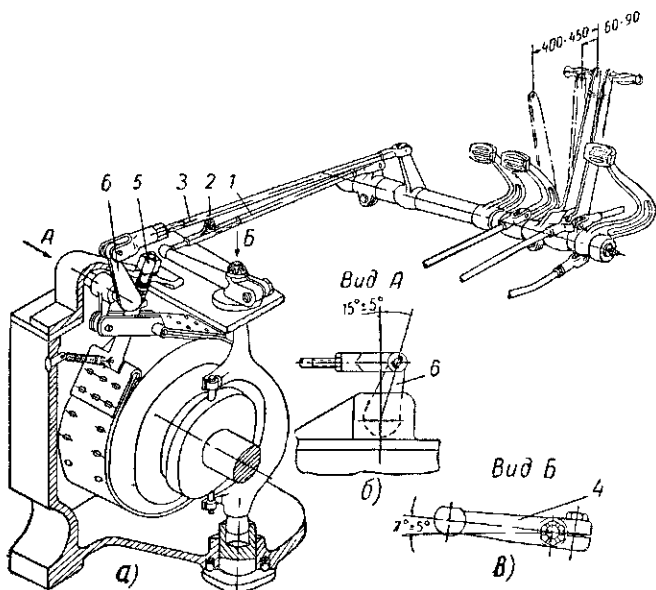

Рис. 40. Схема регулировки рычагов тормозов и муфт поворота:
Органы управления механизмами силовой передачи размещены в кабине тракториста и качаются на горизонтальном полом валу. К ним относятся (рис. 40) педаль 7
б) отпустить стяжные винты 2 (рис. 40) наконечников тяг с шаровой головкой; уменьшить длину тяг 1, навинчивая наконечники, пока свободный ход рычагов не окажется в пределах 60—90 мм, после чего затянуть до отказа стяжные винты наконечников тяг;
2) изменением длины тормозных тяг установить задний рычаг 6 (рис. 40) каждого тормоза под углом 15° назад от вертикальной линии;